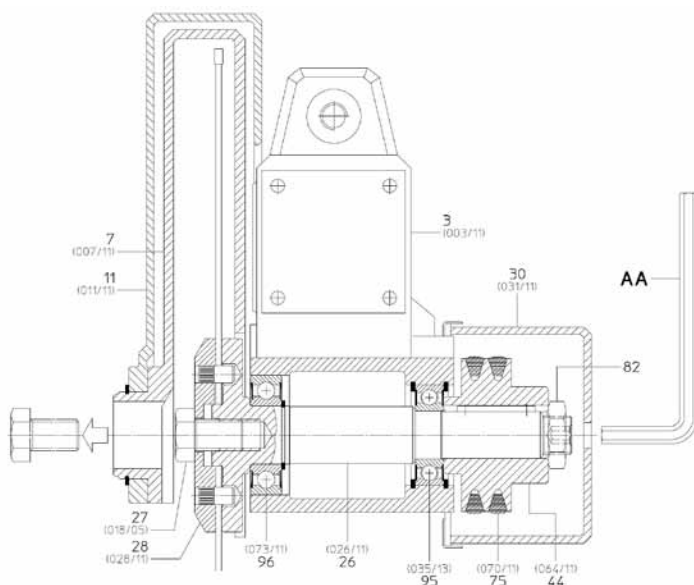

Fig. 9: Montage de la lame
3. Dévissez la vis 27 (Fig. 9) en maintenant le bloc moteur en haut et en poussant la protection mobile 11 vers l'arrière.